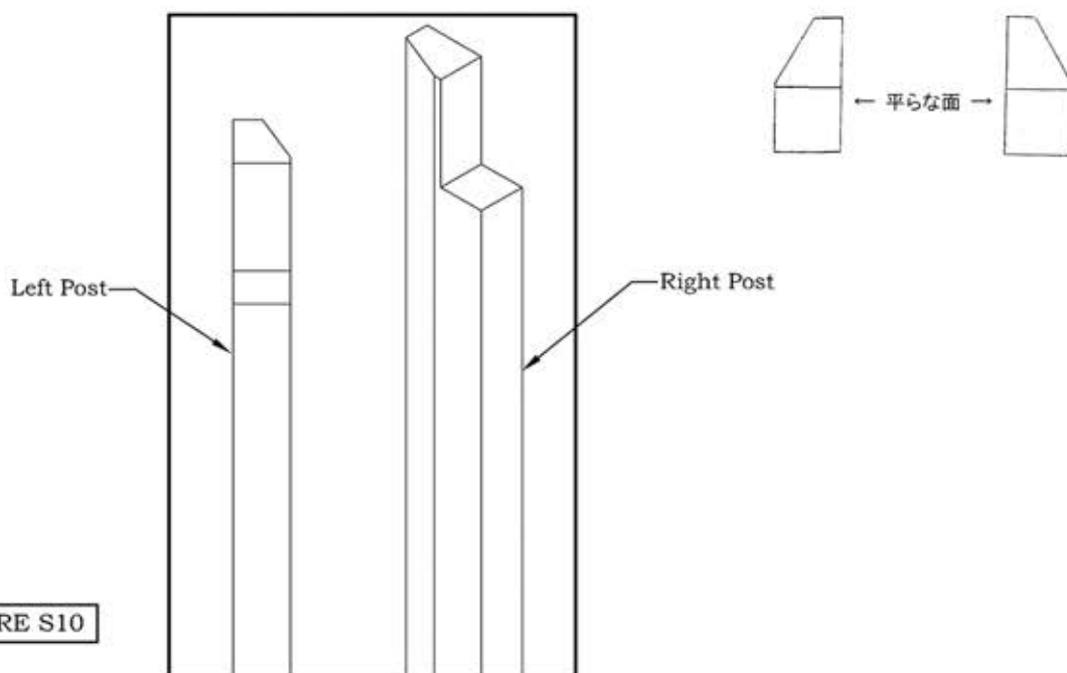

FIGURE S10
- ・まずポストを取り出し、平らな面と角度がついている面に気を付けて、六角形なら左右6本ずつ、八角形なら左右8本ずつあることを確認します。図S10参照